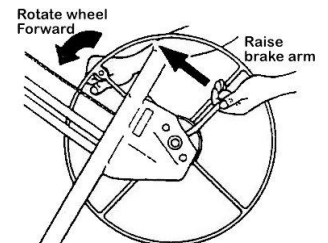

Figure 2
- a) Maintenez la roue du treuil et le bras de frein (Fig. 2).